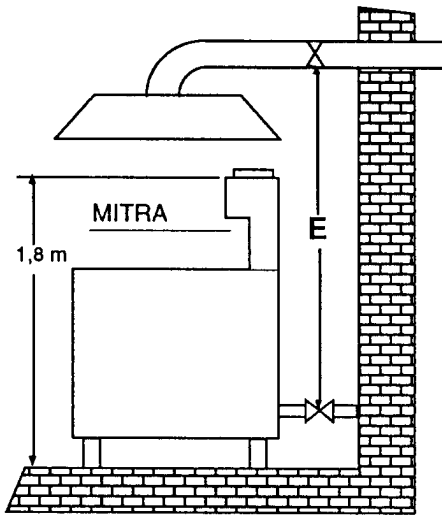

Fig. 1
- la alimentación del gas a los aparatos debe ser directamente controlada por el sistema de descarga forzada y se debe interrumpir en el caso en que la capacidad de la descarga baje de los valores prescritos. El gas se debe volver a suministrar a los aparatos sólo manualmente (fig.1).